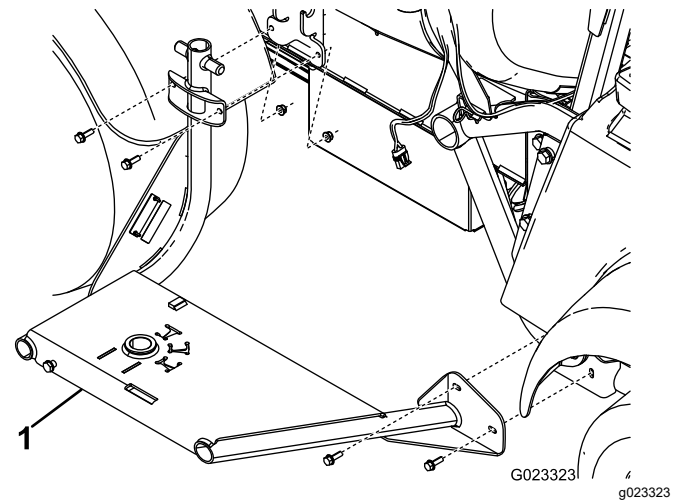

Bild 8
1. Befestigen Sie den Schlauchtrommelrahmen mit vier Schrauben (5/16") und vier Bundmuttern (5/16") an der Seite der Maschine, wie in Bild 8 abgebildet.